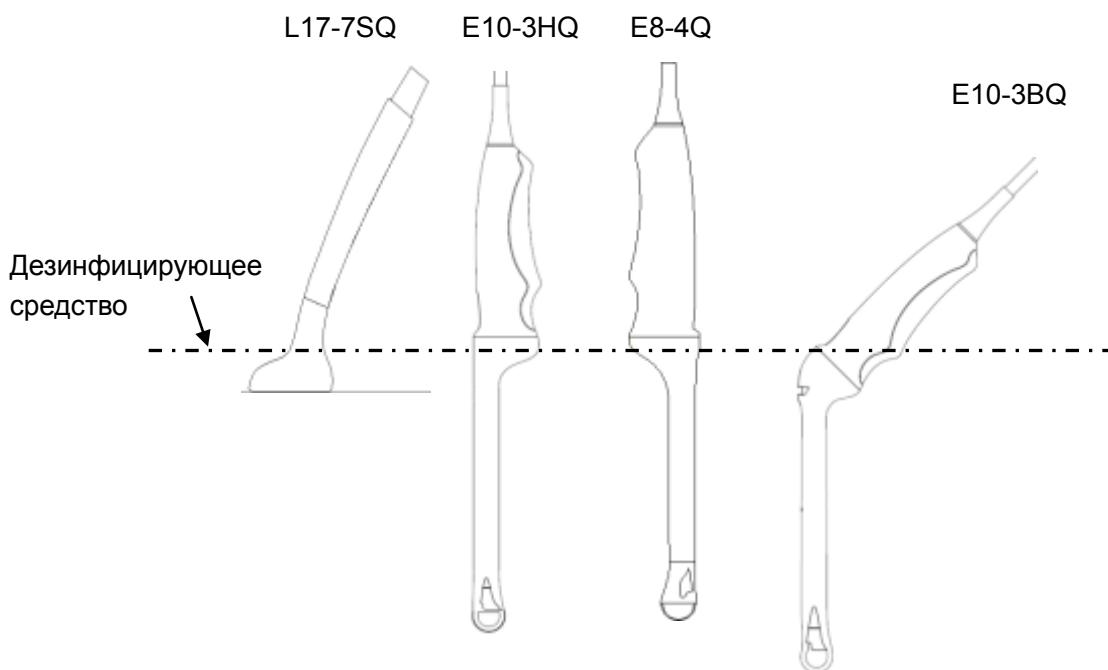

Рис. 6-3. Глубина погружения датчика в дезинфицирующее средство
7. При использовании метода с погружением область контакта с пациентом необходимо погрузить в раствор на глубину, не превышающую показанную на рис. 6-3.
5. Погрузите очищенный и высушенный датчик в дезинфицирующий раствор (глубину погружения см. на рис. 6-3) на 10 часов. Или погрузите датчик на время, указанное производителем дезинфицирующего раствора.